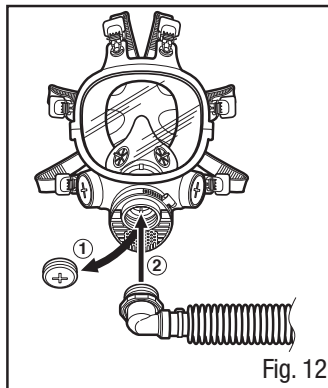

Fig. 12
1. Remova o Plugue 7890 da Peça Facial Inteira e parafuse o Adaptador 3M™ W-3264 na abertura central (Fig. 12).